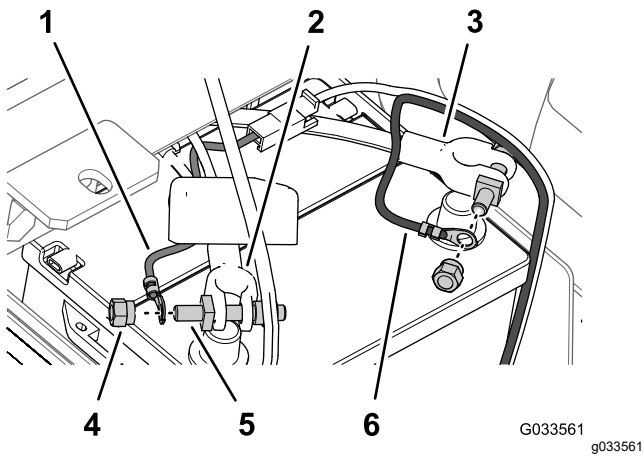

図 31
6. ヒューズ付きリンクスプレーヤ用ワイヤハーネスのリング端子を、プラスのバッテリーケーブルに組み付けてある端子ボルトの端子に、ナットで固定する 図 31。
7. マイナスケーブル黒ケーブル用ワイヤハーネスのリング端子を、マイナスのバッテリーケーブルに組み付けてある端子ボルトの端子に、クランプナットで固定する 図 31。